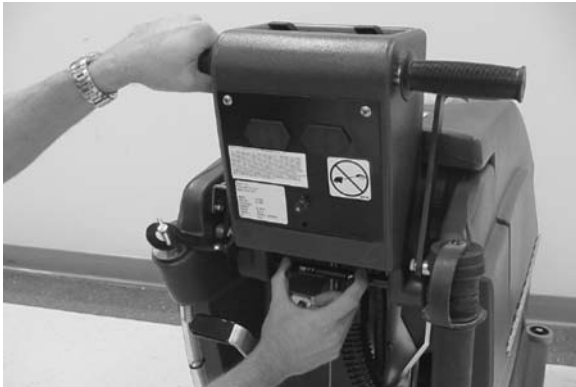

FIG. 10
1. Réglez les poignées à une hauteur confortable (trois positions). Pressez en même temps les deux leviers sous le panneau de contrôle pour soulever ou abaisser les poignées (Figure 10).